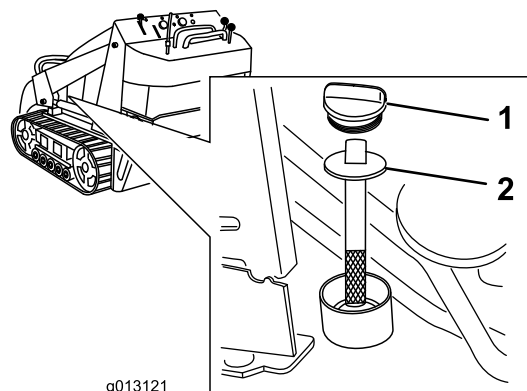

Рисунок 55
5. Снимите крышку бака с гидравлической жидкостью и извлеките мерный щуп (Рисунок 55).